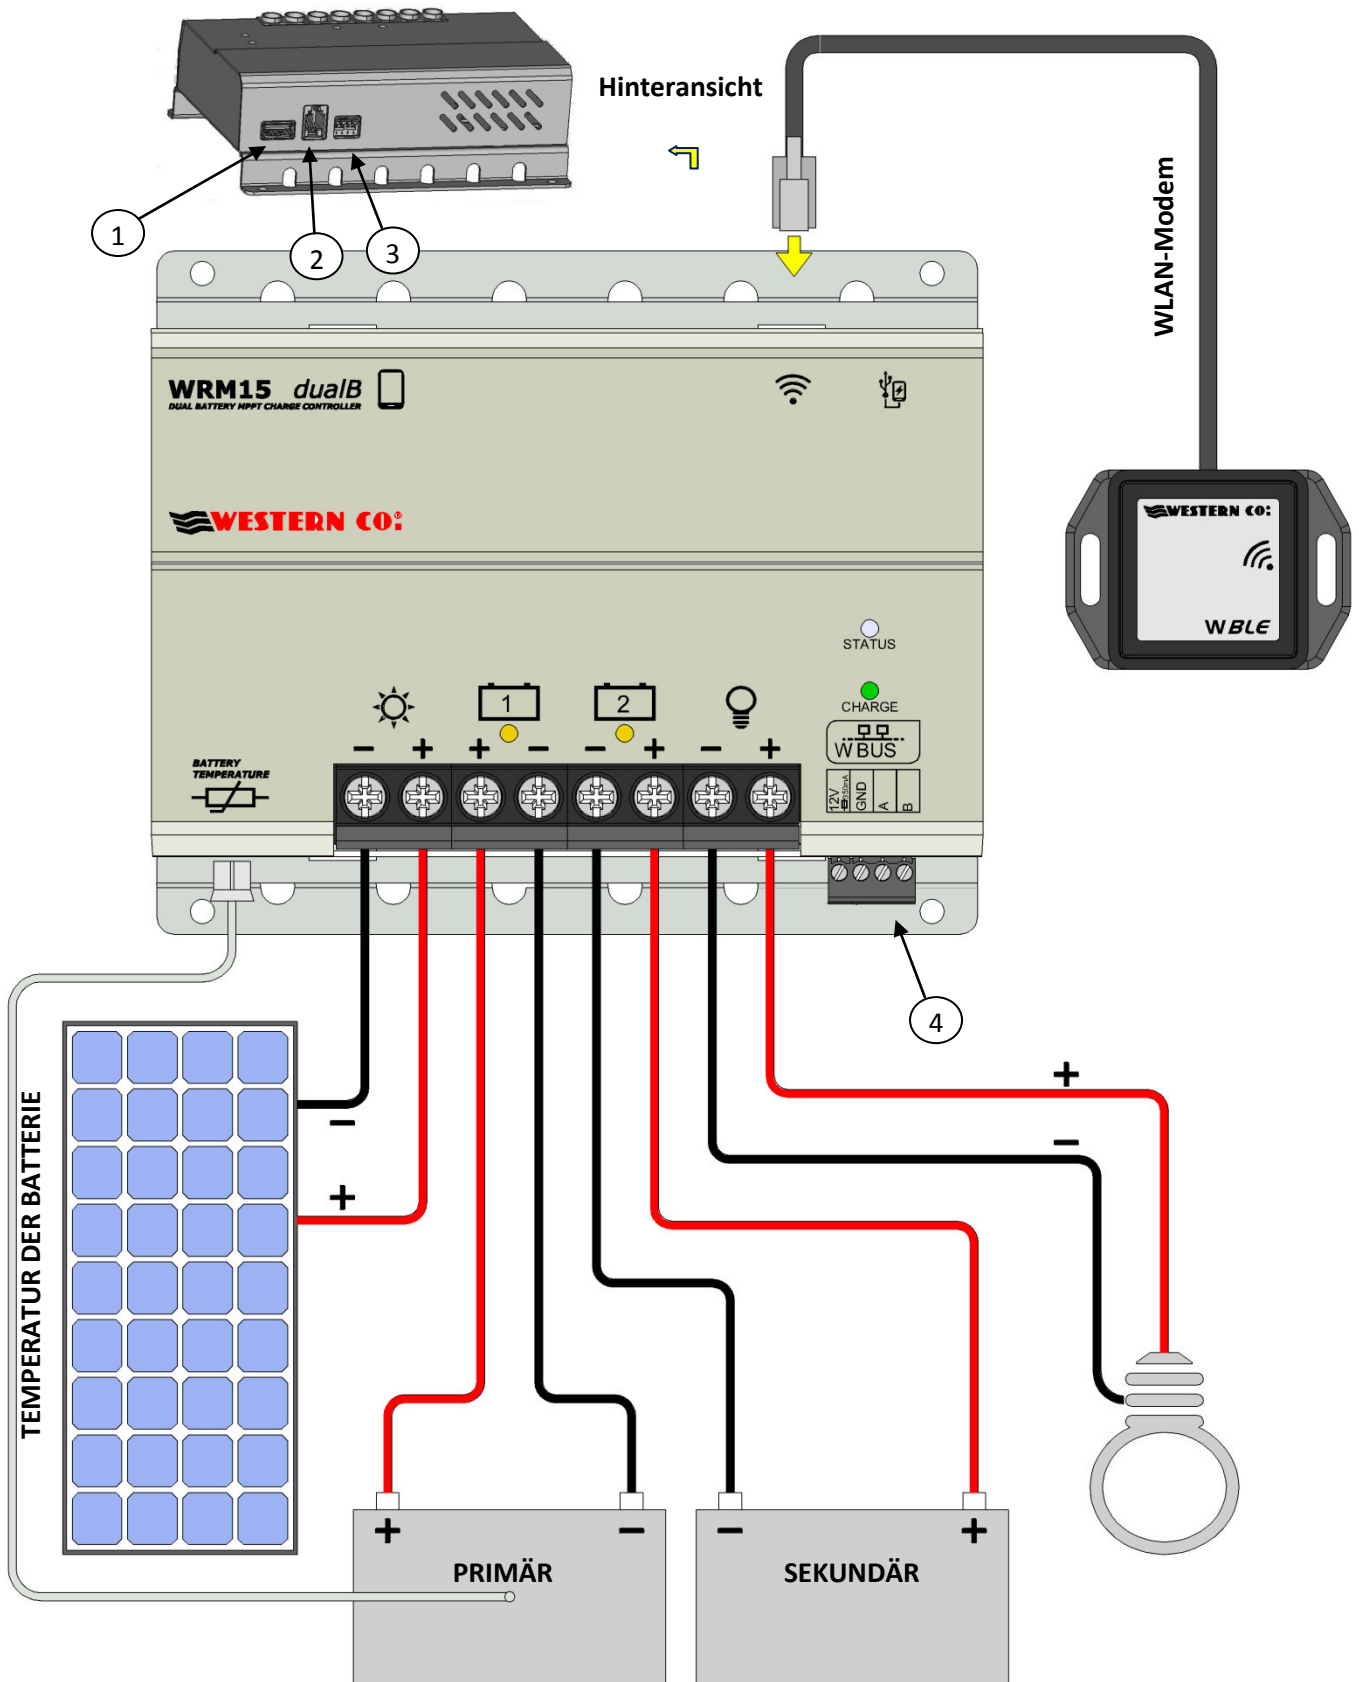

Abb.2 Verbindungsschema
- 2) Schließen Sie in der richtigen Reihenfolge an: Ladegerät, Sonde zur Temperaturmessung der Batterie (mitgeliefert), Solarmodul und zuletzt die Hauptbatterie (Batterie 1) wie in Abb. 2 dargestellt. Bei Anschluss der Batterie schaltet sich der Regler ein und beginnt zu arbeiten. Verwenden Sie geeignete Kabelquerschnitte, wie in Abb. 2 angegeben. Der **WRM15 dualB/dualB-E** erkennt automatisch die Nennspannung der Batterie und passt seine Betriebsschwellen dementsprechend an.
Falls Sie das auf Ihrem Gerät eingestellte Kennwort vergessen und aus diesem Grund keine Verbindung herstellen können, weil das Gerät das Passwort verlangt, müssen Sie erneut das vom Werk eingestellte Kennwort (1234) eingeben. Nach Verbindung mit dem Gerät und sobald die Seite mit der Frage nach dem Kennwort aktiviert wurde, stellen Sie alle Switchs (Ziffer 3 der Abb. 2) für mindestens 2 Sekunden auf EIN, dann stellen Sie alle mindestens 2 Sekunden lang auf AUS und schließlich wieder 2 weitere Sekunden lang auf EIN. Nun hat der **WRM15 dualB/dualB-E** das Kennwort 1234 wieder eingestellt, geben Sie es daher im Fenster zur Kennworteingabe ein und Sie haben wieder Zugang zum Gerät.